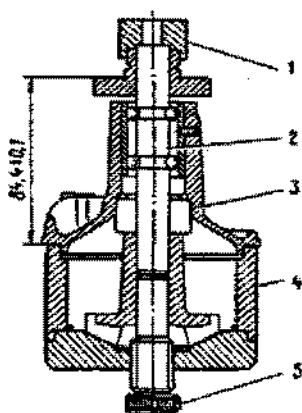

Fig. 2-65. Montagem do cubo da polia: 1 - apolo; 2 - eixo da bomba; 3 - tampa do corpo da bomba; 4 - suporte; 5 - parafuso posicionador.
4. Prensar o cubo da polia no eixo da bomba, com o auxílio do dispositivo A.60430 (fig. 2-65), de modo a que seja mantida a dimensão de $84,4 \pm 0,1$ mm.